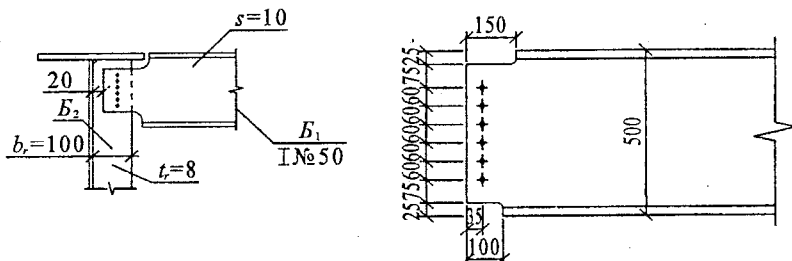

Рисунок 7.2 – Схема конструювання болтового з'єднання балки B_1 до балки B_2
13. Виконуємо конструювання (рис. 7.2)